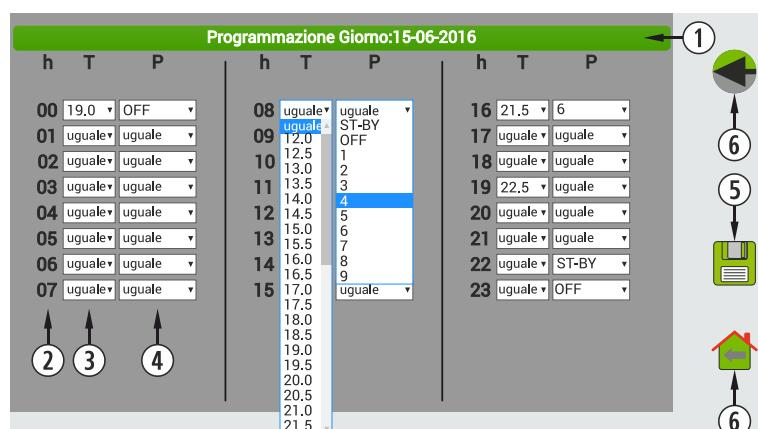

Figura 49
È importante validare la menzionata selezione premendo salvare (punto ⑤, *figura 49*) dopo aver realizzato la programmazione.
①	Schemi 1 - 7.
②	Ritorno allo schermo precedente.
③	Applicare il cambiamento sulle programmazioni precedenti.
④	Ritorno alla scherm principale.